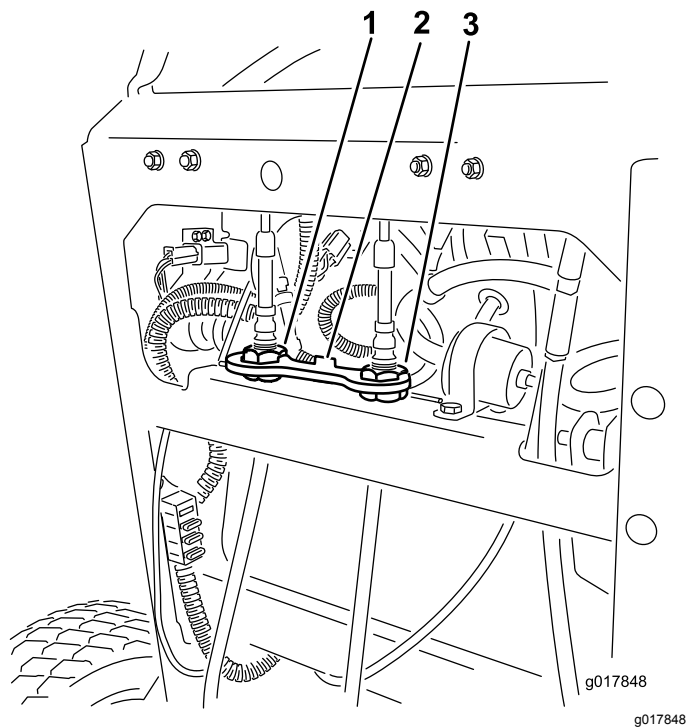

Figura 55
4. Rode o ajuste do cabo direito para posicionar a alavanca de controlo de movimento do lado direito no centro da ranhura de bloqueio em ponto morto, no painel de controlo (Figura 55).